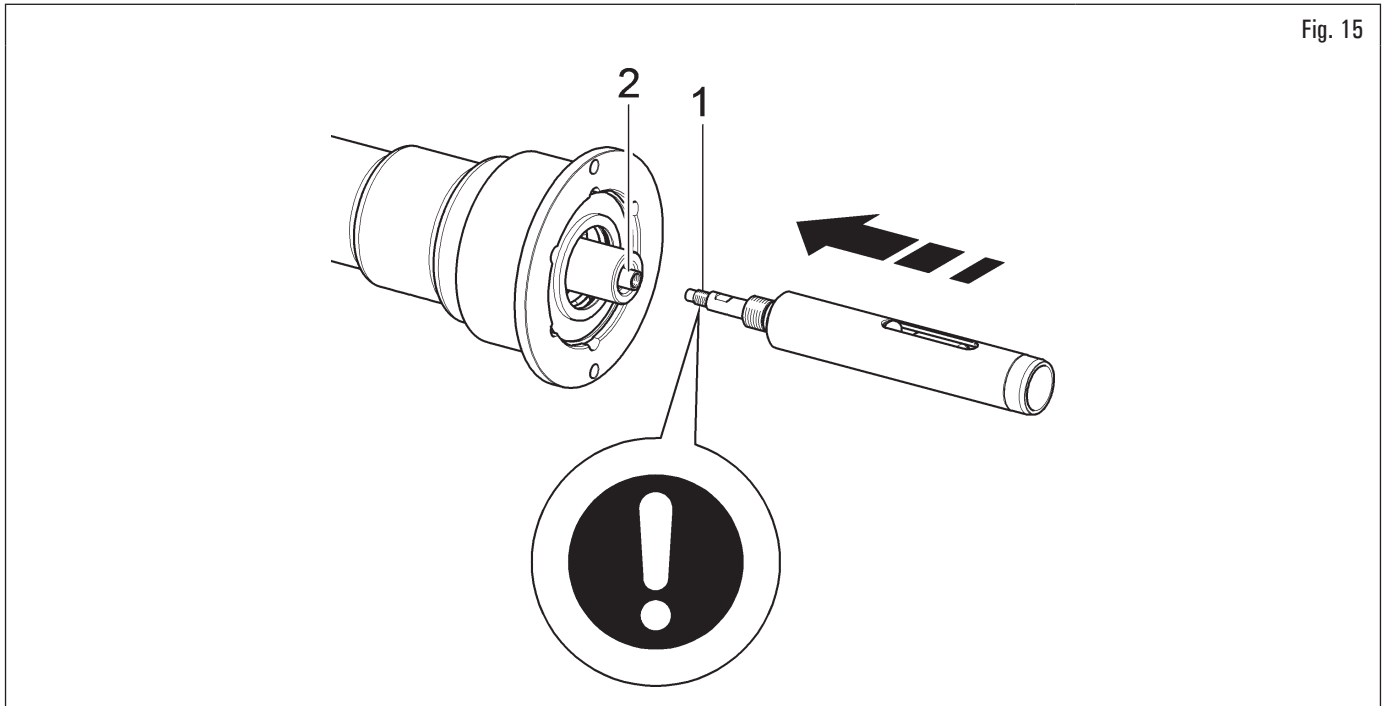

Fig. 15
2. pour éteindre l'équipement il suffit d'appuyer sur l'interrupteur général (Fig. 27 réf. 1). Accoupler la tige intérieure du pneu (Fig. 15 réf. 1) avec la tige intérieure de la bride (Fig. 15 réf. 2) (voir Fig. 15) ;
Pendant le montage du kit arbre pneumatique (Fig. 15 réf. 1) Mettre le composé de retenue à résistance moyenne loctite 242 ou équivalent seulement sur le filet M10 et serrer à 30 Nm (22 ft-lbs).